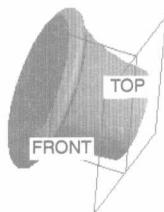
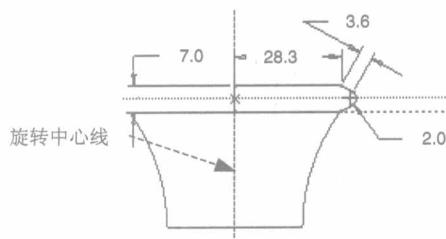

图 1.4 旋转 2
图 1.5 截面草图
- (4) 在操控板中选择“旋转角度”类型  (即草绘平面以指定的角度值旋转)，再在角度文本框中输入角度值 360.0，并按回车键。
(5) 在操控板中单击“预览”按钮 ，可浏览所创建的旋转特征，单击操控板中的按钮 ，则完成特征的创建。
Step3. 创建图 1.4 所示的旋转特征——旋转 2。选择下拉菜单 **插入(I)** → **◆ 旋转(R)** 命令；分别选取 FRONT 基准平面和 TOP 基准平面为参照平面，方向为 **顶**；绘制图 1.5 所示的旋转中心线和特征截面草图；在操控板中选择旋转类型 ，输入旋转角度值 360.0；预览并完成所创建的旋转特征 1。